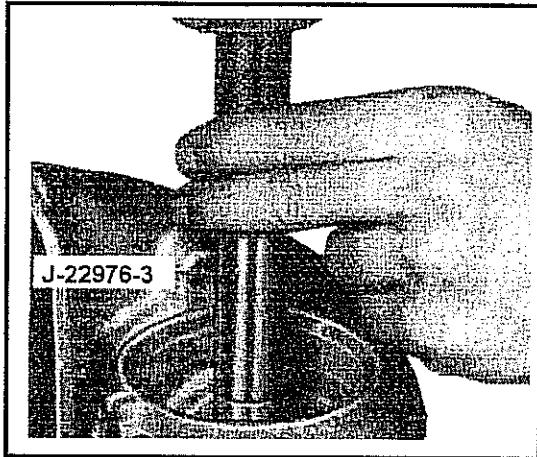

Abb. 10-169 Zwischenstück zum Eintreiben der Buchse am Getrieberegler
- Mit Spezialwerkzeug J-122976-13, Führungshülse und Zwischenstück zum Einsetzen der Buchse die neue Buchse in die Bohrung des Gehäuses treiben. Siehe hierzu Abb. 10-169. Das Zwischenstück aus gehärtetem Stahl nur mit einem Messinghammer treiben.